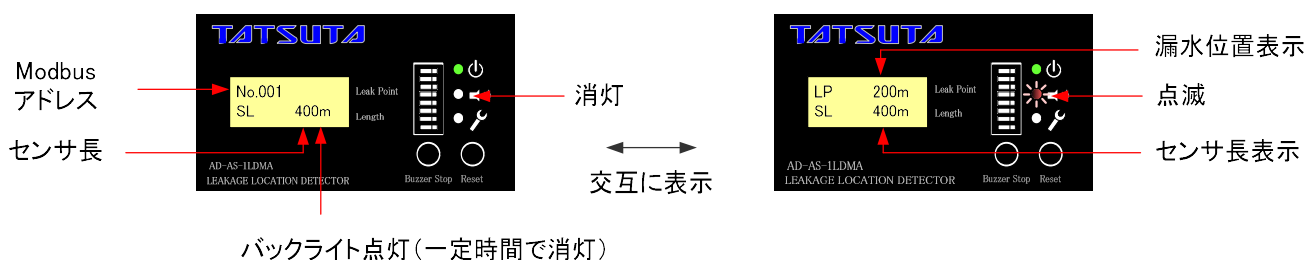

図 12. 漏水検知時の表示
- 3) 液晶画面の表示が図 12に示すように変化します。(例:センサ 400mを接続し、200m地点を濡らした場合。)